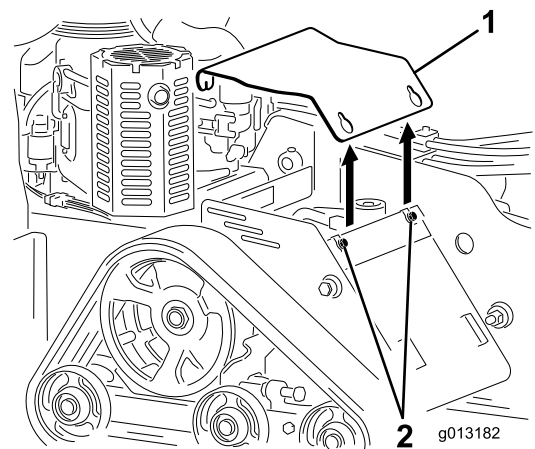

Figura 23
4. Slăbește secvențial cele 3 uruburi care fixează placa de acoperire pe cadru, până la slăbirea plăcii (Figura 23).
6. Pentru a monta placa de acoperire înainte de a utiliza mașina, glisai-o în poziție și fixează-o cu cele 3 uruburi pe care le-ai slăbit anterior (Figura 23).